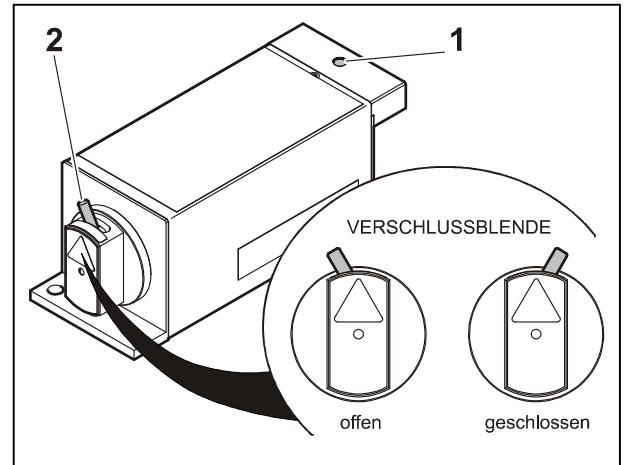
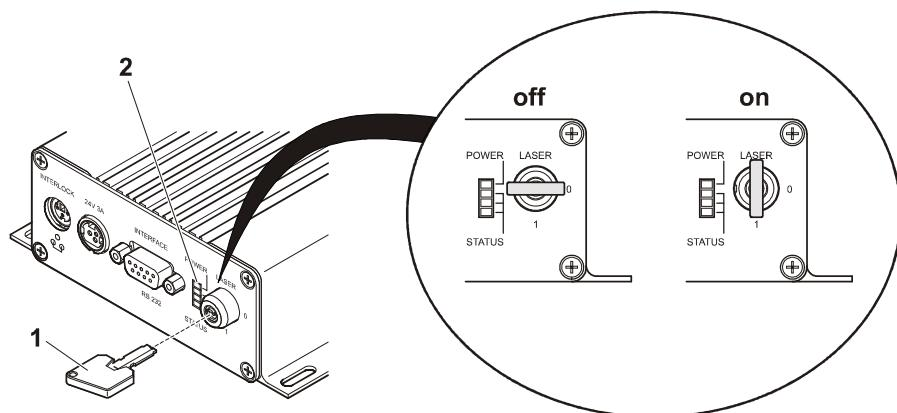
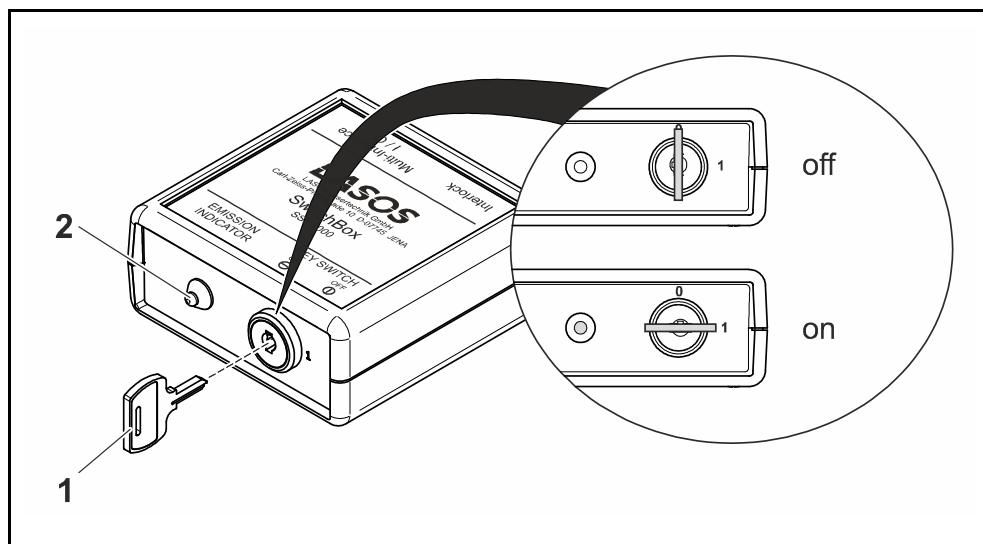
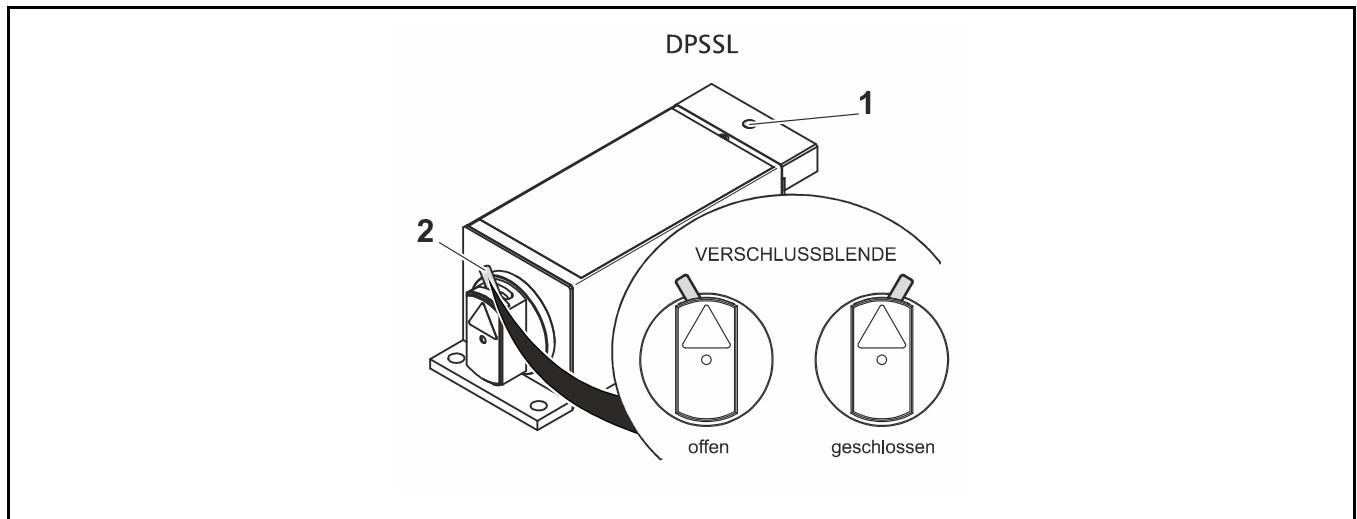

Abb. 18 Emissionskontrollleuchte und Verschlussblende
Abb. 19 Steuergerät einschalten
Abb. 20 Schlüsselschalter
Abb. 21 Emissionskontrollleuchte und Verschlussblende
Mit dem Schlüsselschalter (Abb. 19/1) wird der Laser ein- (Abb. 19/on) bzw. ausgeschaltet (Abb. 19/off).
Die Emissionsanzeige (Abb. 19/2) signalisiert wenn gefährliche Laserstrahlung austreten kann.
Das Lasersystem (Lasermodul und Steuergerät) wird durch Anlegen der Versorgungsspannung an das angeschlossene Steuergerät eingeschaltet. Die rote Emissionskontrollleuchte am Steuergerät (Abb. 19/2) leuchtet auf.
Falls verwendet, muss zuvor eine autorisierte Person den Schlüssel (Abb. 19/1) in den Schüsselschalter einstecken.
- Falls vorhanden, schalten Sie das Steuergerät über den Schüsselschalter (Abb. 19/1) in die Position **on**.
Die rote Emissionskontrollleuchte am Lasermodul (Abb. 18/1) leuchtet auf.
- Öffnen Sie den Laserstrahlengang über die Verschlussblende (wenn vorhanden) am Lasermodul (Abb. 18/2). Öffnen Sie den Strahlengang nur unter sicheren Arbeitsbedingungen!
Nach Anlegen der Versorgungsspannung und Einschalten des Steuergerätes mittels Schüsselschalter (wenn vorhanden) kann am angeschlossenen Laser sofort Laserstrahlung emittiert werden. Dieser Zustand wird durch je eine rote Emissionskontrollleuchte an der Oberseite des Lasermoduls (Abb. 18/1) und der Frontseite des Steuergeräts (Abb. 19/2) signalisiert.
Das Lasersystem wird durch Anlegen der Versorgungsspannung an das angeschlossene Netzteil eingeschaltet. Die gelbe Emissionskontrollleuchte an der SwitchBox (Abb. 20/2) leuchtet auf.
- Falls vorhanden, schalten Sie die SwitchBox über den Schlüsselschalter (Abb. 20/1) in die Position **on**.
Die rote Emissionskontrollleuchte am Laser (Abb. 18/1) leuchtet auf.
Mit dem Schlüsselschalter (Abb. 20/1) wird der Laser ein- (Abb. 20/**on**) bzw. ausgeschaltet (Abb. 20/**off**).
Die Emissionsanzeige (Abb. 20/2) signalisiert wenn gefährliche Laserstrahlung austreten kann.
- Öffnen Sie den Laserstrahlengang über die Verschlussblende (wenn vorhanden) am Lasermodul (Abb. 21/2). Öffnen Sie den Strahlengang nur unter sicheren Arbeitsbedingungen!
Nach Anlegen der Versorgungsspannung und Einschalten der SwitchBox bzw. des Steuergerätes mittels Schlüsselschalter (wenn vorhanden) kann am angeschlossenen Laser sofort Laserstrahlung emittiert werden. Dieser Zustand wird durch eine rote Emissionskontrollleuchte an der Oberseite des Lasers (Abb. 18/1) und eine gelbe Emissionskontrollleuchte an der Frontseite der SwitchBox (Abb. 20/2) signalisiert.
- Schließen Sie den Laserstrahlengang über die Verschlussblende (falls vorhanden) am Lasermodul (Abb. 21/**geschlossen**).
- Falls verwendet, drehen Sie den Schlüssel der angeschlossenen SwitchBox (wenn vorhanden) bzw. Steuergerät CKL 24xy z (wenn vorhanden) in die Position **off** (Abb. 19/**off**, Abb. 20/**off**).
Der Laser wird abgeschaltet. Die rote Emissionskontrollleuchte am Laser (Abb. 21/1) und die gelbe Emissionskontrollleuchte an der Switchbox (wenn vorhanden) (Abb. 20/2) erlöschen.
- Der Schlüsselschalter lässt sich nur in der Position „0“ entfernen. (Abb. 20/**off**)
Der Schlüssel (Abb. 20/1) muss von einer autorisierten Person verwahrt werden.
Falls vorhanden, muss zur Sicherheit eine autorisierte Person den Schlüssel (Abb. 19/1, Abb. 20/1) vom Gerät entfernen und an einem sicheren Ort aufbewahren.
- Um Verunreinigungen zu vermeiden, schließen Sie vor Transport oder Lagerung die Verschlussblende (wenn vorhanden) an der Laseraustrittsöffnung (Abb. 21/**geschlossen**).